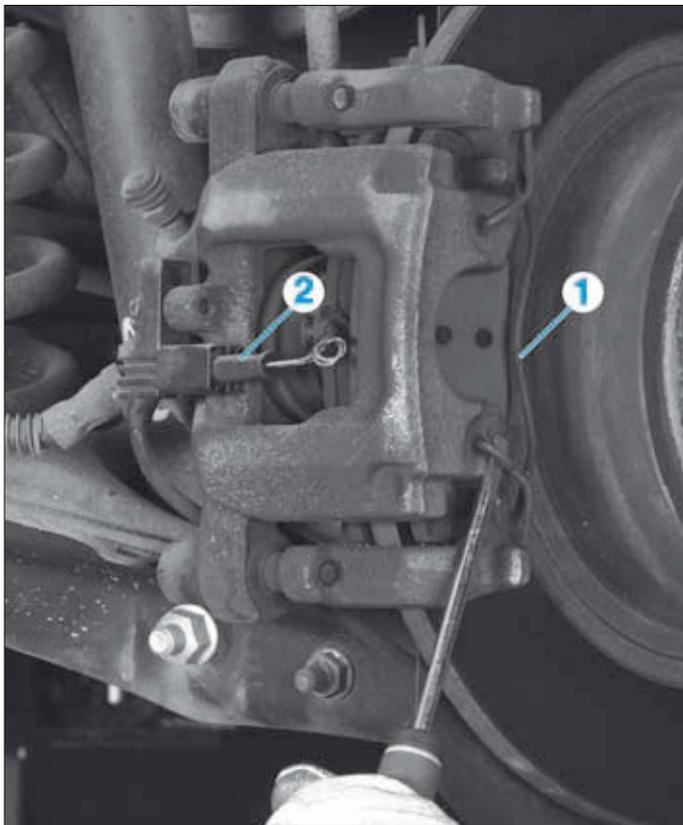

FIG. 7
- A l'aide d'un tournevis plat, décrocher le ressort de maintien (1) (Fig.7).
- Débrancher le connecteur (2) du capteur d'usure.
- A l'aide d'un tournevis plat, décrocher le ressort de maintien (1) (**Fig.7**).